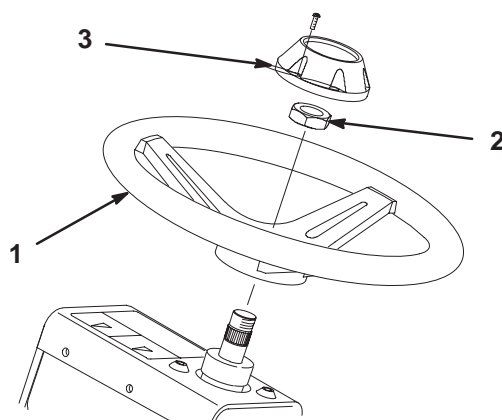

Figure 5
2. Fixez le volant sur l'arbre avec l'écrou de blocage (Fig. 5) et serrez-le à 47 Nm.
3. Fixez le couvre-moyeu au volant avec la vis (Fig. 5).